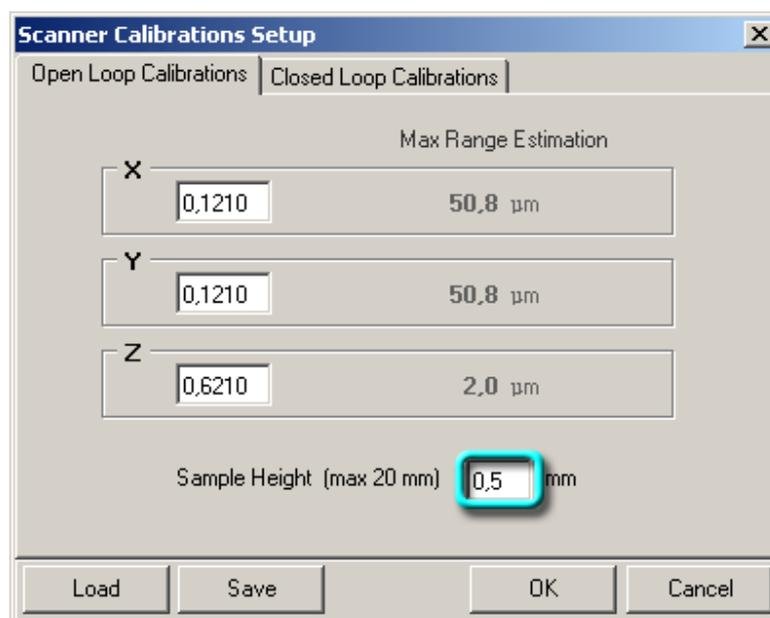

Рис. 2-20. Диалоговое окно **Scanner Calibrations Setup**
Толщину образца мы можем установить в программе в окне **Scanner Calibration Setup** (Рис. 2-20).
- Откройте диалоговое окно **Scanner Calibration Setup** (Рис. 2-20), выбрав в Главном меню **Settings → Calibrations → Change Calibrations**.